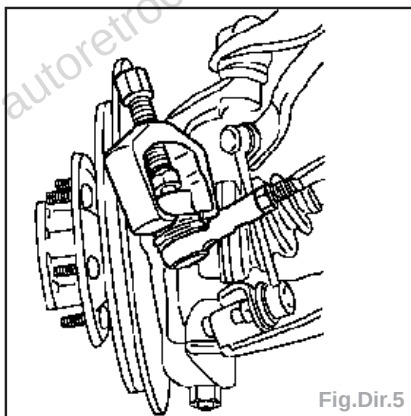

Fig.Dir.5
- les embouts de biellettes de direction des bras de direction, écrous en utilisant un extracteur (Fig.Dir.5),